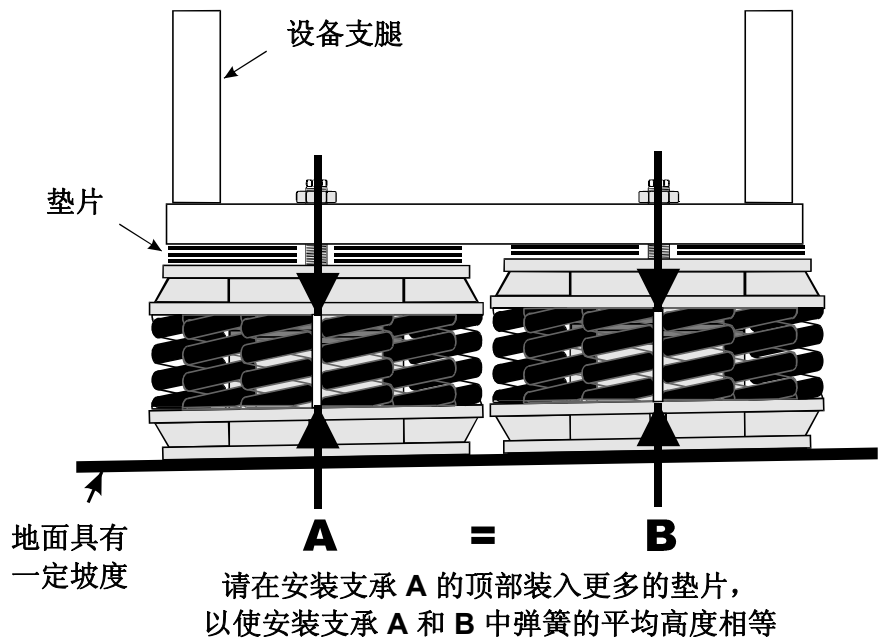

图 4
11. 对于某些安装工况而言，可能需要在在一个支腿下安装多个弹簧支承。这时，请务必对各安装支承内的弹簧压缩量进行测量，并确保支腿下各安装支承能够均匀承载。如果弹簧支承下方的支撑表面有一定坡度，则弹簧支承将发生侧载。请按照图 4 中的要求，测量并比较各安装支承内弹簧的平均高度。通常，只需测量各安装支承内中间弹簧（或中间两个弹簧）的高度，即可得到弹簧的平均高度。如果弹簧的平均高度互不相同，则应在高度较高的安装支承内加装垫片，直至弹簧的平均高度差低于 0.1” (2.5mm) 时为止。在进行调平操作之前，应完成上述操作。